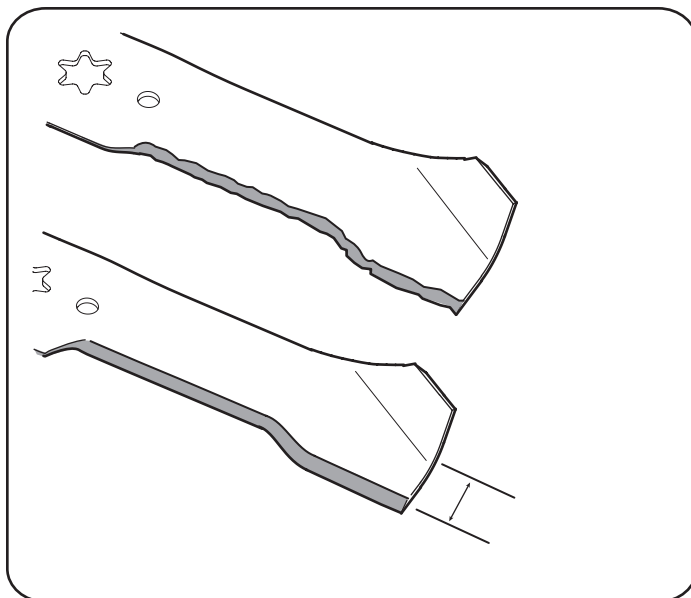

Figura 31
**IMPORTANTE:** Si el borde cortante de la cuchilla ya ha sido afilado hasta 1-3/8" del borde, o si existe una separación de metal, reemplace las cuchillas por otras nuevas. Consulte la Figura 31.